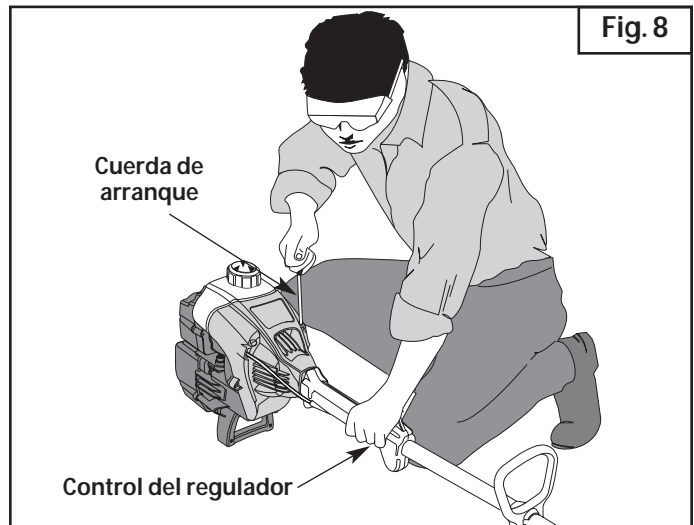

Fig. 8
ADVERTENCIA: Evite los arranques accidentales. Colóquese en posición de inicio cuando tire de la cuerda de arranque (Fig. 8). El operador y la unidad deben estar en una posición estable al arrancar la unidad para evitar graves lesiones personales.
5. Con la unidad en posición de arranque (Fig. 8), apriete el control de aceleración a la posición abierta (aceleración completa). Tire la cuerda de arranque 5 veces vigorosamente mientras permanece en la posición de obturación **COMPLETA (A)** position. Si el motor intenta funcionar antes del quinto tirón, proceda al paso 6.
7. Tire de la cuerda de arranque rápidamente de 1 a 3 veces para arrancar el motor (Fig. 8).
1. Saque la mano del control del regulador (Fig. 8). Deje enfriar el motor en mínima.